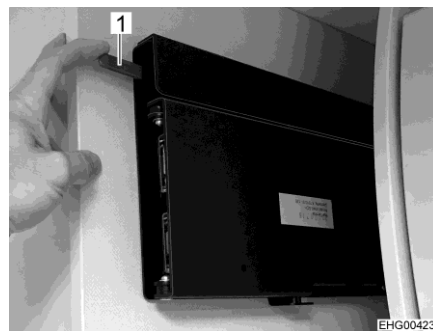
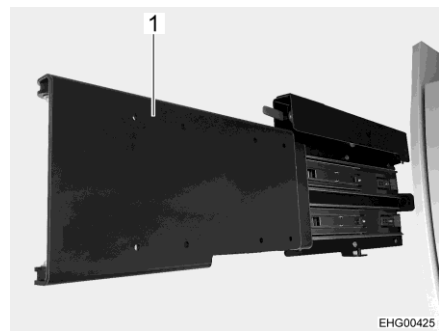

Bild 93 Låsa upp utdraget
Bild 94 Utdrag (utdraget)
- Tryck ner den röda spaken (Bild 93,1) och dra ut utdraget (Bild 94,1). Den platta bildskärmen är vinklad mot bodelen.